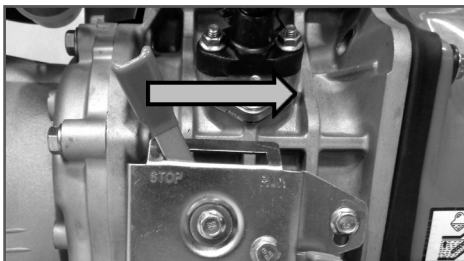

Рис. 11 Рычаг включения двигателя
- Рычаг включения двигателя на панели рычагов (Рис. 11) переведите вправо до щелчка (фиксации).
4. Рычаг включения двигателя на панели рычагов (Рис. 11) переведите вправо до щелчка (фиксации в положении «Работа»).